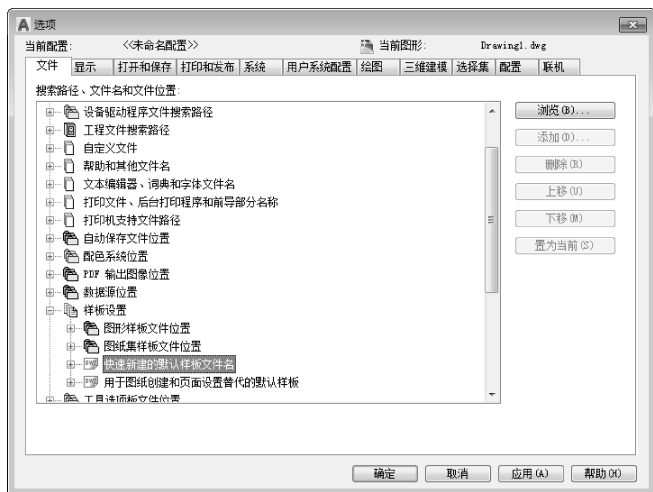

图 1-32 “文件”选项卡
(1) 在命令行输入“FILEDIA”,按〈Enter〉键,设置系统变量为1;在命令行输入“STARTUP”,设置系统变量为0。
(2) 在绘图区右击,系统打开快捷菜单,选择“选项”命令,在“选项”对话框中选择默认图形样板文件。具体方法是:在“文件”选项卡中单击“样板设置”前面的“+”,在展开的选项列表中选择“快速新建的默认样板文件名”选项,如图1-32所示。单击“浏览”按钮,打开“选择文件”对话框,然后选择需要的样板文件即可。